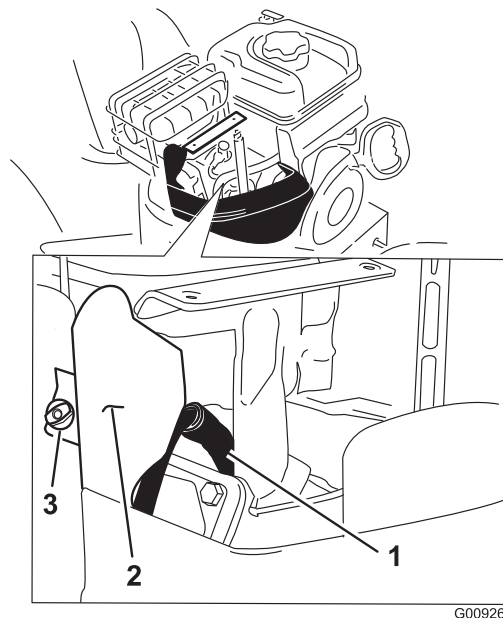

Figure 48
4. Enlevez la vis à oreilles du support et le support (Figure 48).
- Nettoyez la surface autour de la base de la bougie (Figure 48).